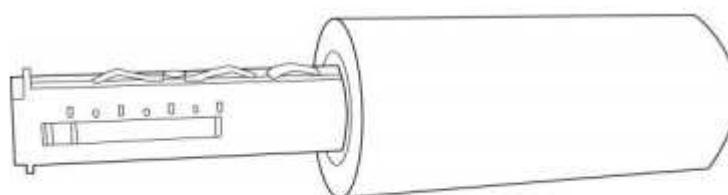

Рисунок 4
4. Подсоедините свободный конец красящей ленты к приемной втулке красящей ленты. Поворачивая приемную втулку, намотайте на нее немного красящей ленты (2-3 оборота) (Рис. 4 и 5).